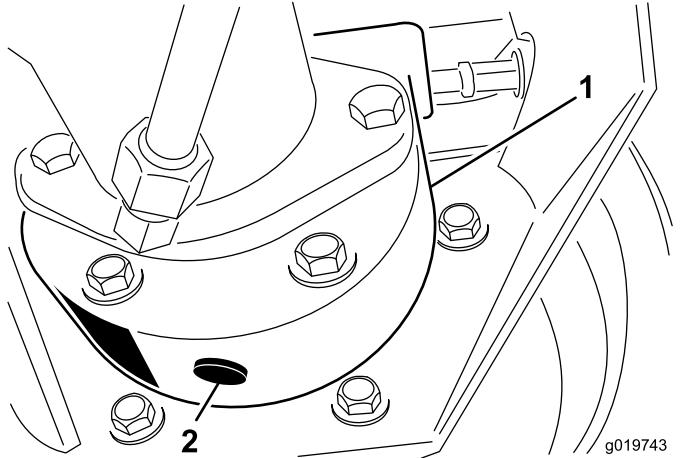

図 90
3. ブレーキハウジングの下に容器を置き、プラグを外してオイルを抜く図 90。